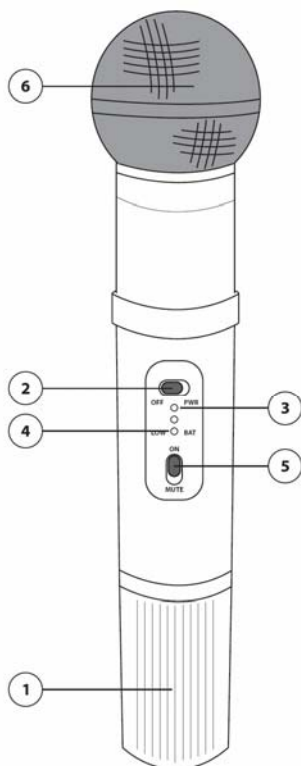
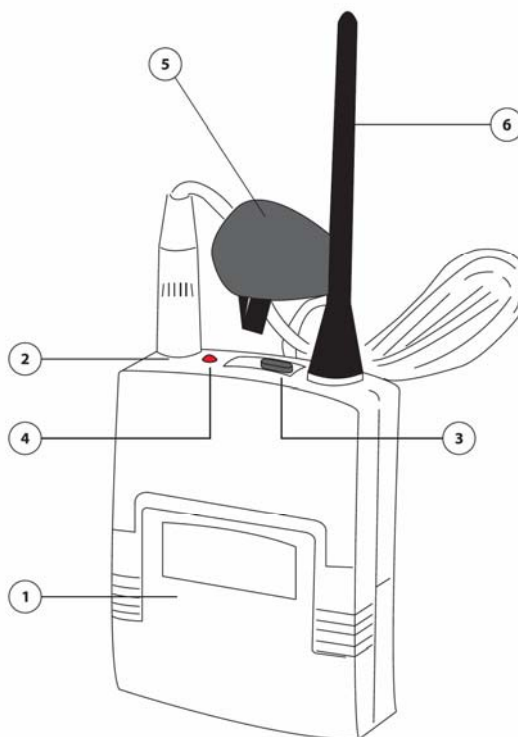
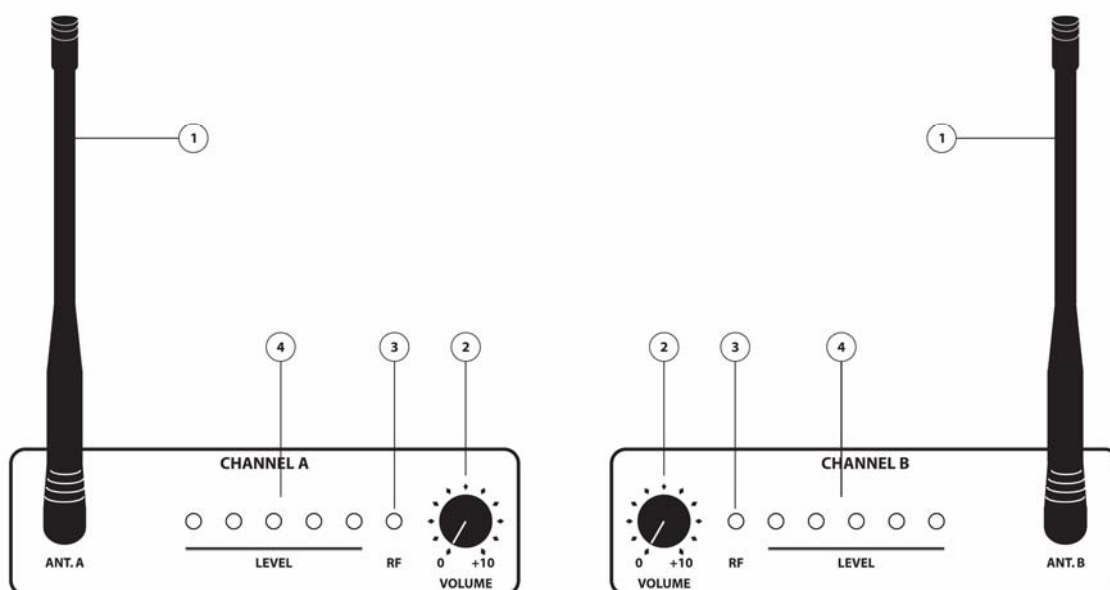

fig.3
fig.4
fig.5
Nota: Nella dotazione di serie sono forniti due radiomicrofoni palmari (**fig.3**), i trasmettitori bodipack (**fig.4**) sono opzionali
Il FREE50V2 è fornito di serie di due ricevitori (**fig.5**) e due trasmettitori radiomicrofonici VHF (**fig.3**), per l'utilizzo è sufficiente:
- Installare le due antenne (**fig.5 rif.1**) a corredo in posizione verticale
- Inserire la batteria a 9V correttamente nell'apposito vano (**fig.3,4 rif.1**)
- Accendere i trasmettitori (**fig.3 rif.2 - fig.4 rif.3**) e regolare il volume di riproduzione (**fig.5 rif.2**) di ciascuno quanto serve. Accendendo il radiomicrofono, il corrispondente led "RF" (**fig.5 rif.3**) si accenderà ad indicare che il ricevitore è agganciato alla portante del trasmettitore, mentre il rispettivo vu-meter (**fig.5 rif.4**) sul ricevitore visualizzerà il livello del segnale audio trasmesso dallo stesso radiomicrofono.
Nota: nel microfono palmare, commutando il selettore sulla posizione PWR (**fig.3 rif.2**) il trasmettitore radio viene acceso e viene trasmessa la portante, contemporaneamente il led power (**fig.3 rif.3**) si attiva. Commutando successivamente il selettore (**fig.3 rif.5**) su ON il segnale audio ripreso dal microfono viene trasmesso